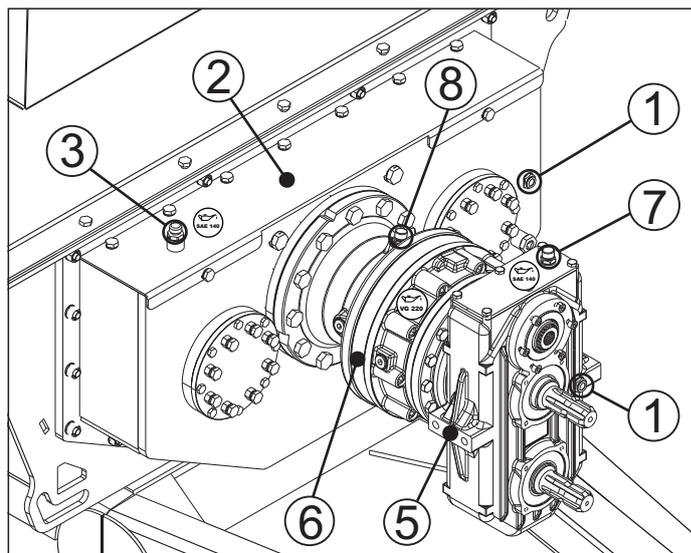

Fig. 21 - Caixa de Engrenagen e Planetário
Faça a manutenção das caixas de acordo com a tabela de manutenção. Verifique os níveis de óleo nos bujões opacos (1). Se o nível do óleo estiver abaixo dos bujões, complete a caixa de engrenagen (2) pelo bujão e respiro (3) SAE 140 e a caixa planetária que tem dois pontos de abastecimento com óleos diferentes, caixa reversora (5) SAE 140 e o planetário (6) VG 220. Para completar remova os bujões de respiro (7) e (8) e realize o procedimento. (Fig. 21)